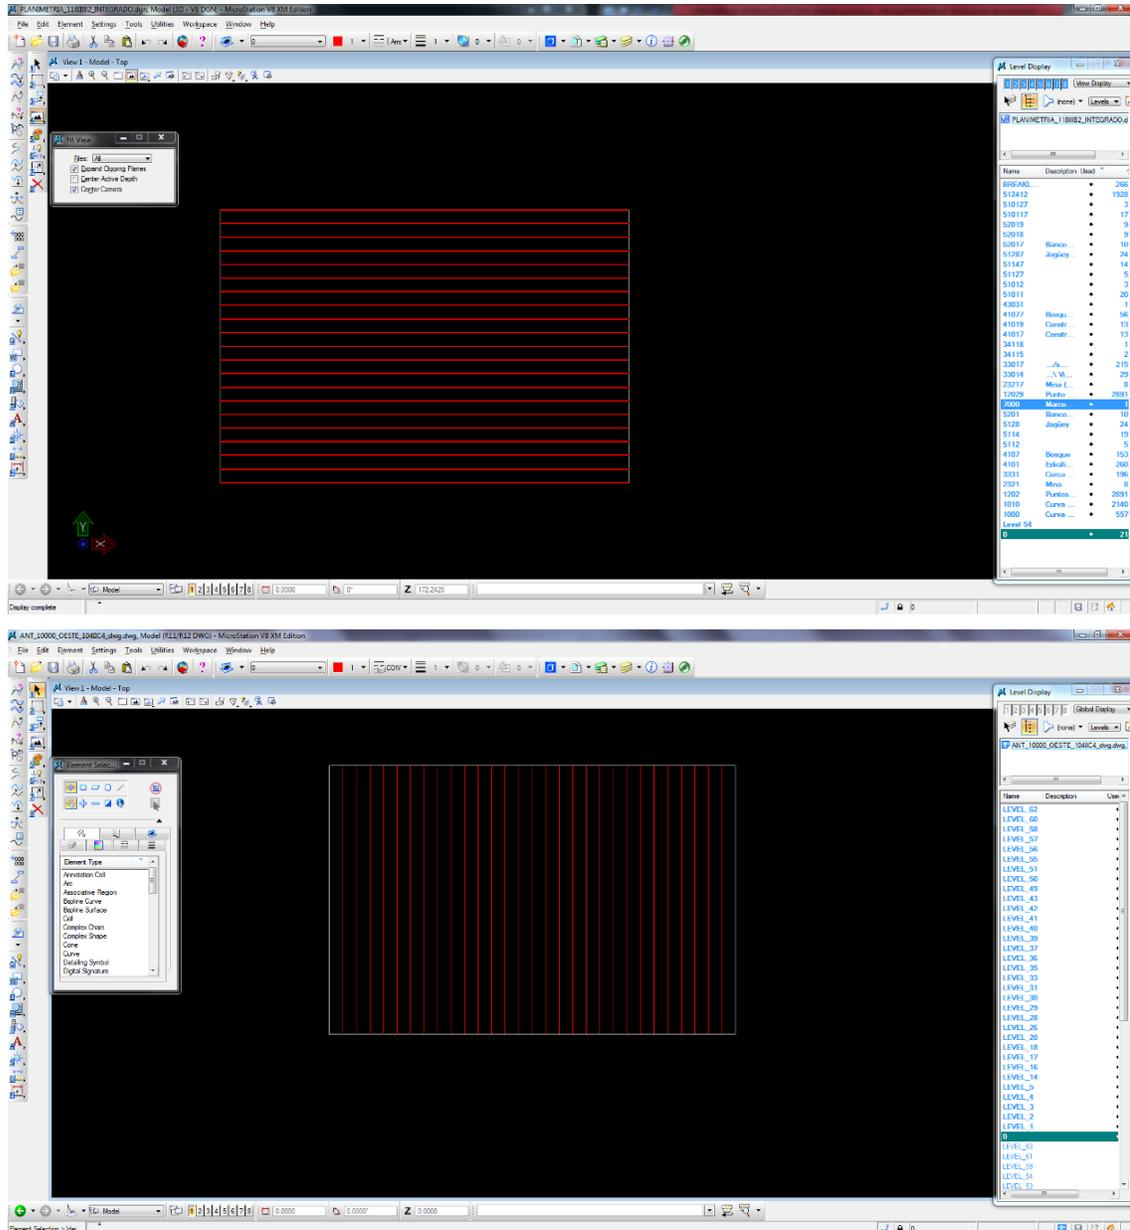

Figura 11. Líneas de referencia
5. Revise la hoja de forma ordenada garantizando la totalidad de la revisión. Se sugiere hacer copias paralelas cada 250 metros de la línea límite norte o este de la hoja; de esta forma revisará en un solo sentido y en el visor 3D trabajará en un zoom 1:1. Almacene estas líneas de referencia en el nivel 0 del archivo en proceso de revisión. (Ver Figura 11).